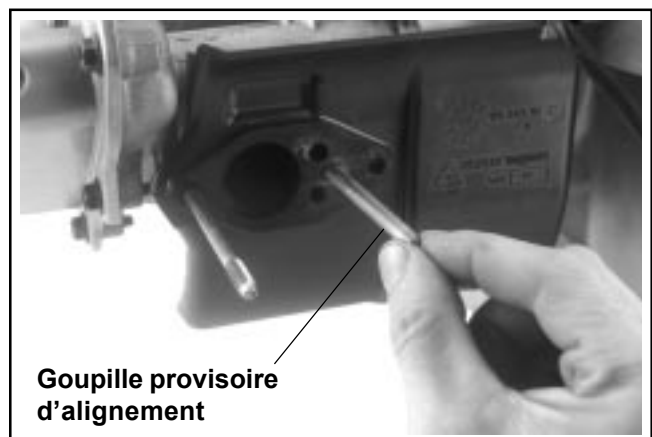

Figure 10-54. Insertion d'une goupille d'alignement
4. **Modèles avec seulement une vis et une butée de montage** : Insérer une tige de 3/16" de diamètre et d'une longueur d'environ 4" dans le trou de montage ouvert du déflecteur thermique. Cette tige va être provisoirement utilisée comme goupille d'alignement. Voir la Figure 10-54. Ne pas forcer la tige afin de ne pas endommager ses filets.